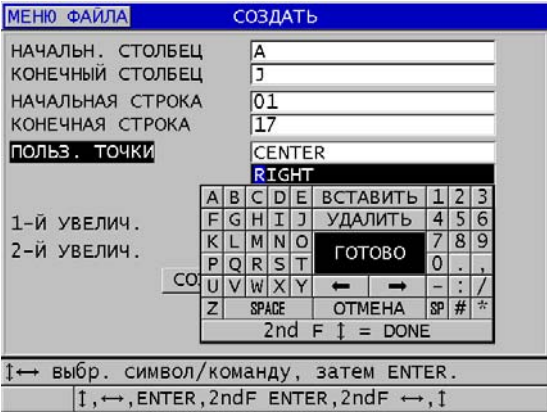

Рис. 11-11 Конфигурация диапазона ИД для 2-D сетки с пользовательскими точками
3. На второй странице диалогового окна **СОЗДАТЬ** (см. Рис. 11-11 на стр. 184):